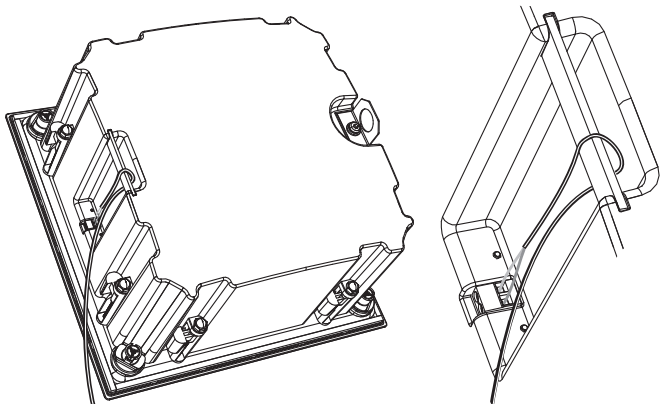

Fig. 15. Wiring the back can
3. De luidsprekerkabel kan om de stang zijn gewikkeld bij de schroefklemmen aan de achterkant (Afb. 15).